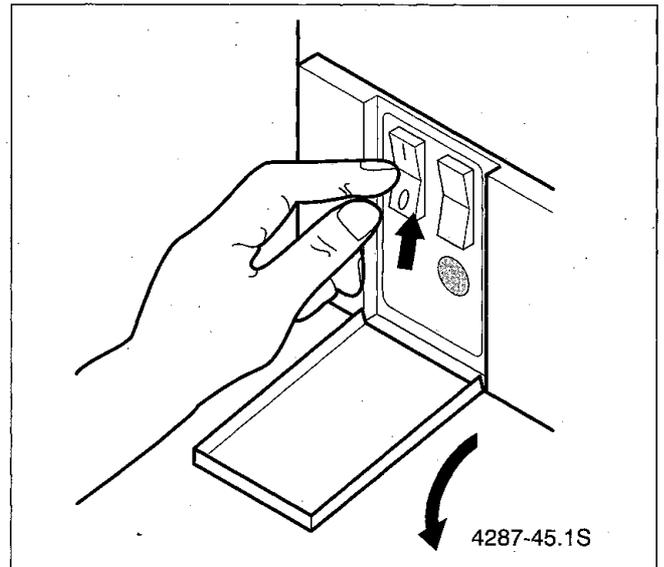

Bild 60
- Gas-Warmwassertherme ausschalten (Bild 60).